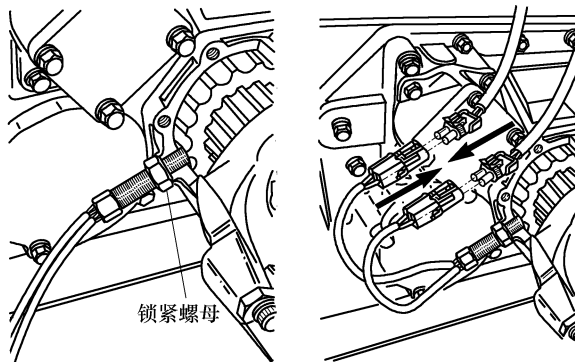
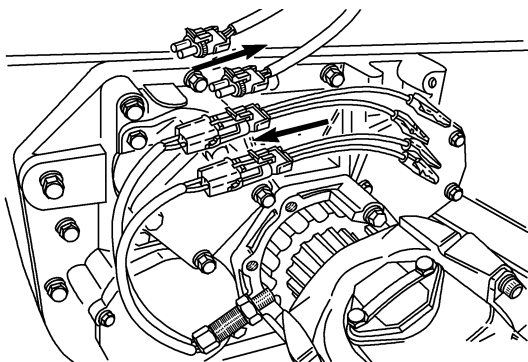

图 4-71 拧紧锁紧螺母，安装两个插头
图 4-72 抬起锁片，拔下插头，将阴性导线插入插头中
- ③ 拧紧锁紧螺母，使其靠紧变速器壳，拧紧力矩为 $47\text{N} \cdot \text{m}$ 。安装两个插头，使其锁紧到位，如图 4-71 所示。
(5) 电阻检查
- ① 抬起插头上的锁片，拔下插头，使用两根阴性导线(零件号为 3822996)插入插头中，如图 4-72 所示。